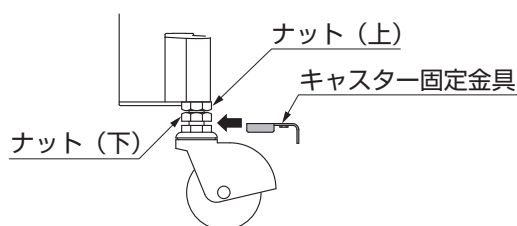

図10-2
- ②キャスター固定金具を「ナット(下)」の下側に挿入し、「ナット(下)」でキャスター固定金具を固定してください。(図10-2参照)
- ④「ナット(上)」を上にあげて固定してください。(図10-2参照)